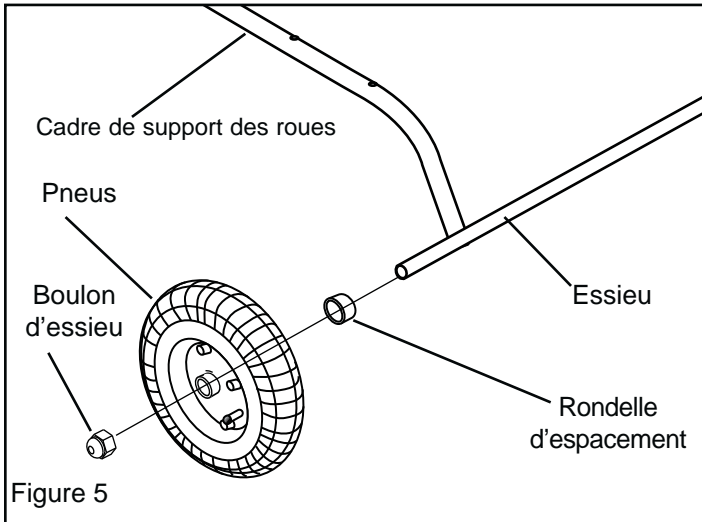

Figure 5
3. Placez la roue sur l'essieu en vous assurant que la valve de gonflage se trouve à l'extérieur et maintenir en place à l'aide des boulons d'essieu. (Voir Figure 5).